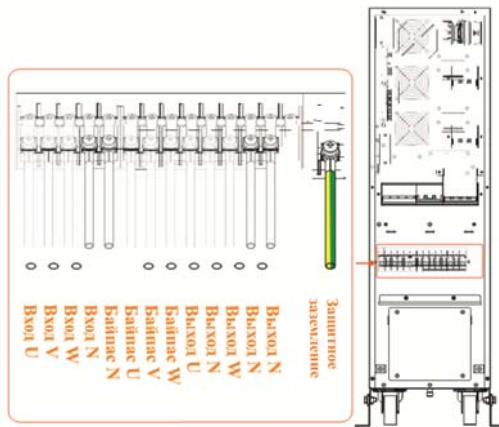
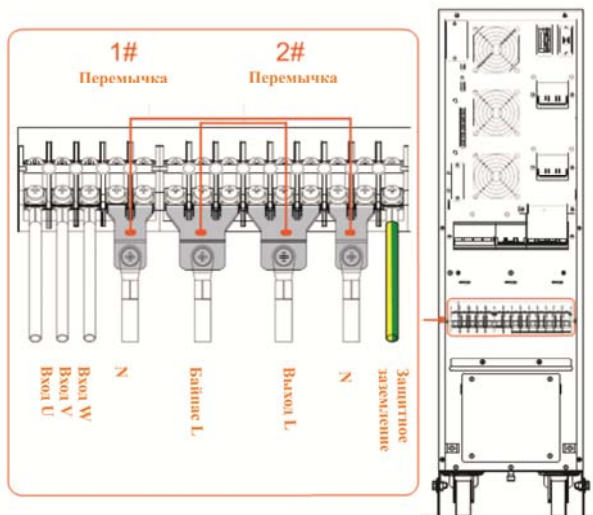
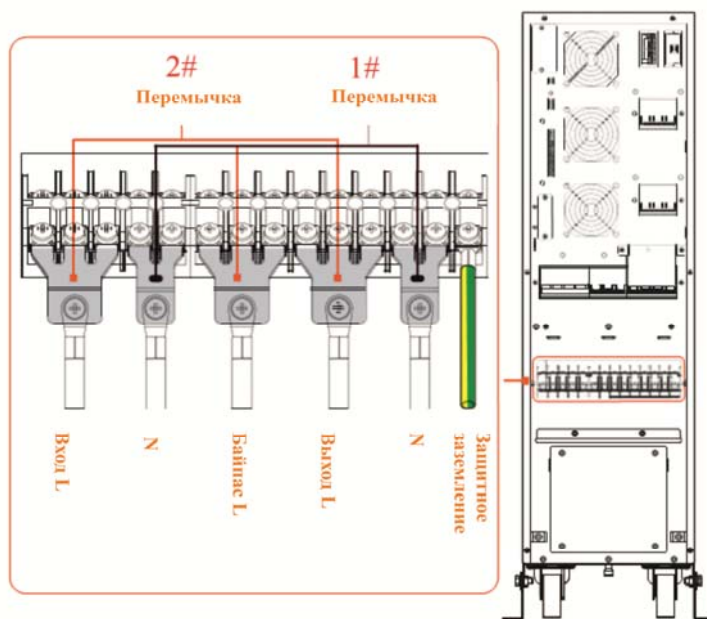

Рис. 3-14 Диаграмма подключения для 33 режима
Рис. 3-15 Установка перемычек и подключение кабелей для 31 режима
Рис. 3-16 Установка переключек и подключение кабелей для 11 режима
Step 2 Для моделей ИБП 10/10S/15/15S/20/20S возможны режимы 33, 31 и 11, как указано на маркировке, см. Рис. 3-13. Подключение кабелей в 33 режиме, 31 режиме и в 11 режиме различаются, см. Рис. 3-14, Рис. 3-15, Рис. 3-16.
Подключите кабели к соответствующим клеммам, как показано на диаграмме, см. Рис. 3-14.
Возьмите две пары медных перемычек типа 1# и 2#, подключите их к клеммам ИБП (как показано на Рис. 3-15). Затем подключите кабели в соответствии с диаграммой.
Возьмите пару перемычек типа 1# и три перемычки типа 2#, подключите их к клеммам ИБП (как показано на Рис. 3-16). Затем подключите кабели к